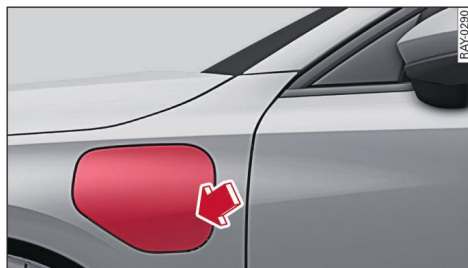

Fig. 86 Parte delantera izquierda: Abrir la tapa de la toma de carga
- Para abrir la tapa de la toma de carga haga presión sobre la parte derecha de la tapa ⇒ *fig. 86.*
- Si desea realizar la carga rápida en estaciones de carga pública con corriente continua (CC), abra el cierre en la conexión de carga del vehículo ②.
- Compruebe si el modo de carga que se indica ① es el que desea para el proceso de carga ⇒ *pág. 144.*